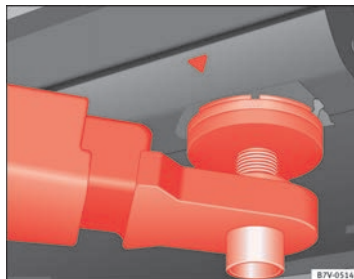
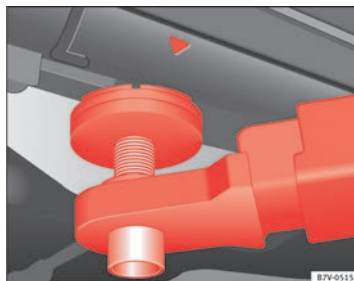

Fig. 129 Points d'appui avant pour lever le véhicule avec un pont-élevateur ou un cric.
Fig. 130 Points d'appui arrière pour lever le véhicule avec un pont-élevateur ou un cric.
Pour lever le véhicule, vous devrez uniquement utiliser les points indiqués dans les figures → fig. 129 et → fig. 130. Si le véhicule n'est pas levé par les points indiqués, cela peut provoquer des dommages → ⓘ et de graves blessures → ⚠.
- Pour lever le véhicule, vous devrez uniquement utiliser les points indiqués dans les figures ⇒ fig. 129 et ⇒ fig. 130. S'il n'est pas levé par les points indiqués, il pourrait tomber du pont-élévateur lors de la réalisation d'opérations de dépose du moteur ou de la boîte de vitesses, par exemple.